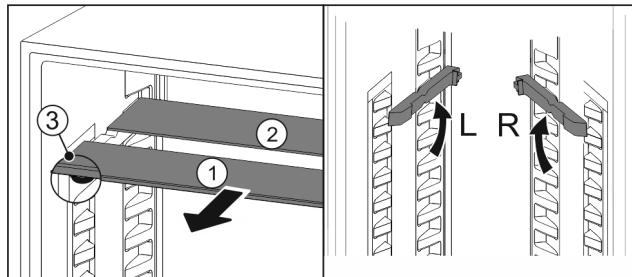

Fig. 140
- ▶ По одной извлеките Fig. 140 (1) стеклянные панели движением вперед.
- ▶ Стеклянная панель Fig. 140 (1) с декоративной планкой лежит спереди.
- ▶ Стопоры Fig. 140 (3) показывают вниз.